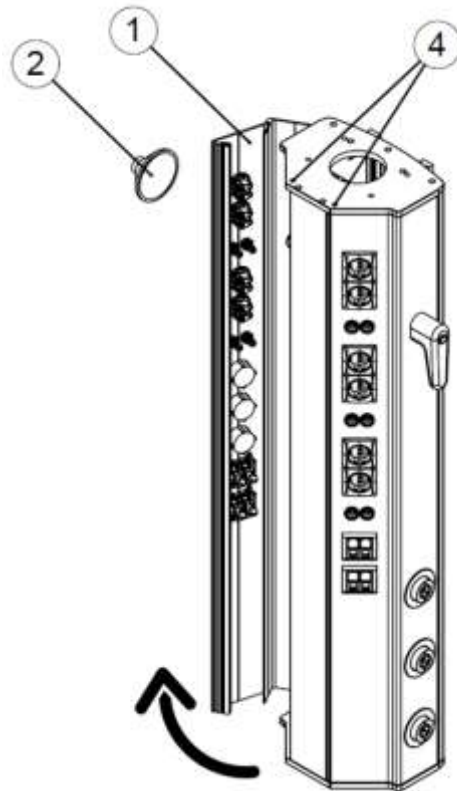

Abb.2 Öffnen der Seiten eines Servicekopfes
Öffnen Sie die Seitenabdeckungen des Servicekopfes ①, indem Sie die Zylinderschrauben M4 x 16 ④ oben und unten entfernen. Nun können Sie die Seitenabdeckung wie in Abbildung 2 gezeigt öffnen, sodass das Innere des Servicekopfes sichtbar wird.